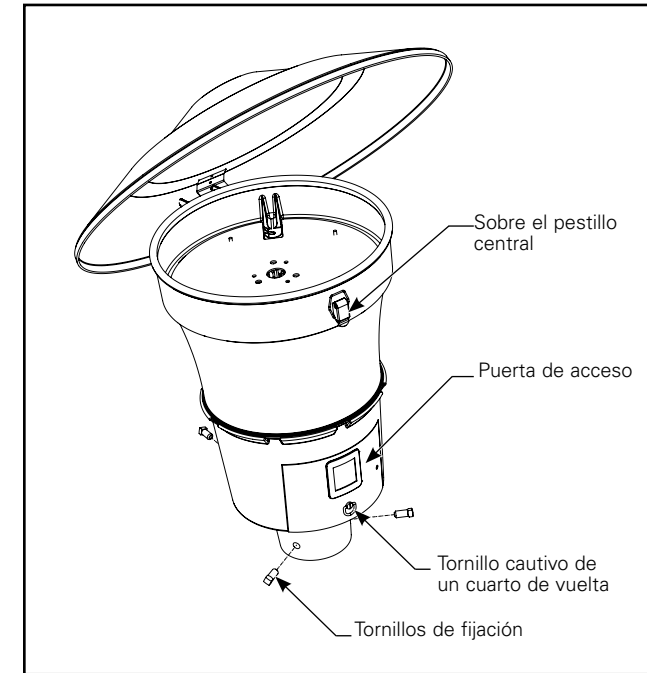

Figura 3.
9. Para completar la construcción, instale la cubierta. (Figura 3.) Coloque la bisagra sobre la cubierta verticalmente en la clavija que está arriba de la luminaria y asegure el ajuste y la rotación libre. Para luminarias MPB y MPN, fije el cable de retención al tornillo y apriete. (Figuras 4 y 5)